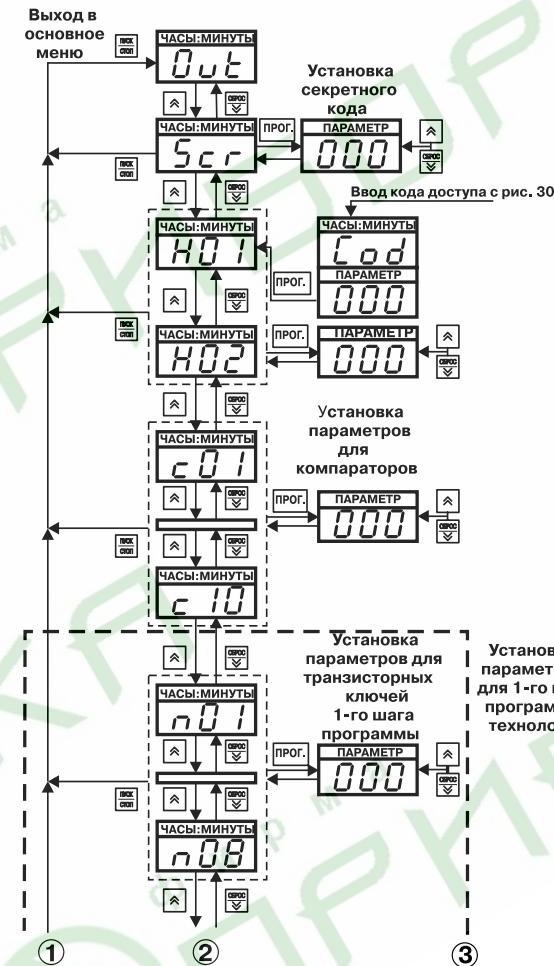

Рис. 31. Схема, поясняющая программирование на уровне L1
Для выхода из уровня программирования L2 необходимо нажать кнопку (см. **рис. 31**), после чего прибор перейдет в состояние «**0ut**» основного меню.
4.2.4.1. На **рис. 31** изображена схема, поясняющая программирование на уровне L1, где задаются значения параметров программ управления (программ технолога). На индикаторе «ЧАСЫ:МИНУТЫ» отображаются имена параметров программ управления, на индикаторе «ПАРАМЕТР» – значения параметров (см. прил. Д).
Примечание. Все параметры, изображенные на **рис. 31**, кроме двух самых верхних и двух самых нижних прямоугольников, принадлежат только одной программе управления (программ технолога).